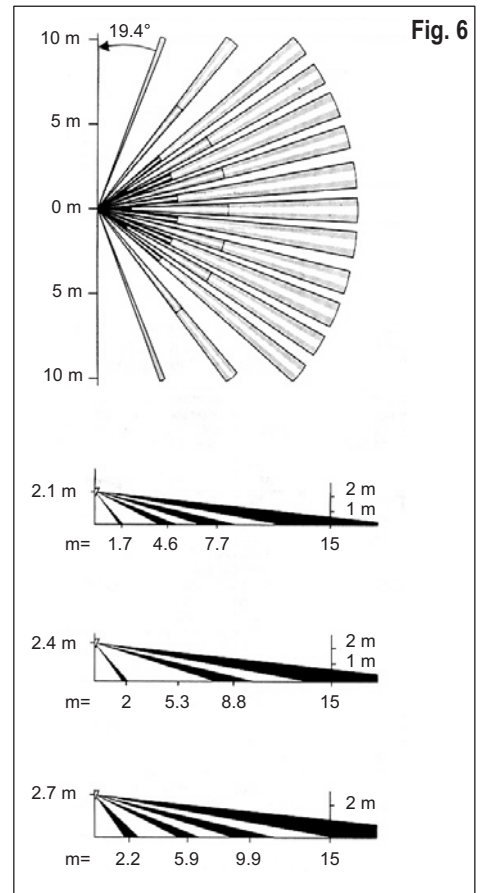

Fig. 6
- Installare il rilevatore su pareti rigide prive di vibrazioni, ad una altezza compresa tra 2,1 e 2,7 metri (DIAGRAMMI Fig.6), posizionando il sensore in modo che l'intruso incroci l'area protetta.
- Le détecteur doit être installé sur une paroi rigide, sans vibrations, à une hauteur de 2,1 à 2,7 m (voir DIAGRAMMES, fig.6), dans une position qui oblige l'intrus à croiser la zone protégée par le capteur.
- The detector has to be installed on a vibration-free stiff wall, at a height of 2,1 to 2,7 m (see diagrams, fig.6), in a position that compels the intruder to cross the area protected by the sensor.
- El detector se debe instalar en una pared rígida, sin vibraciones, a una altura de entre 2,1 y 2,7 m (vease DIAGRAMAS, fig. 6) Y colocado de manera que el intruso esté obligado a cruzar la area protegida por el sensor.